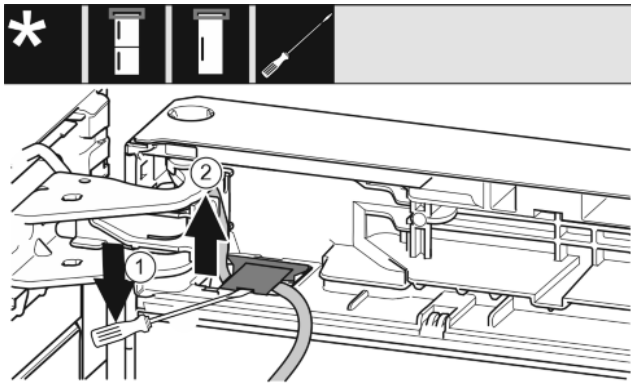

Fig. 17
- ▶ Plochým skrutkovačom nadvihnite kryt a vytiahnite ho. Fig. 17 (1)
- ▶ Vytiahnite kábel. Fig. 17 (2)